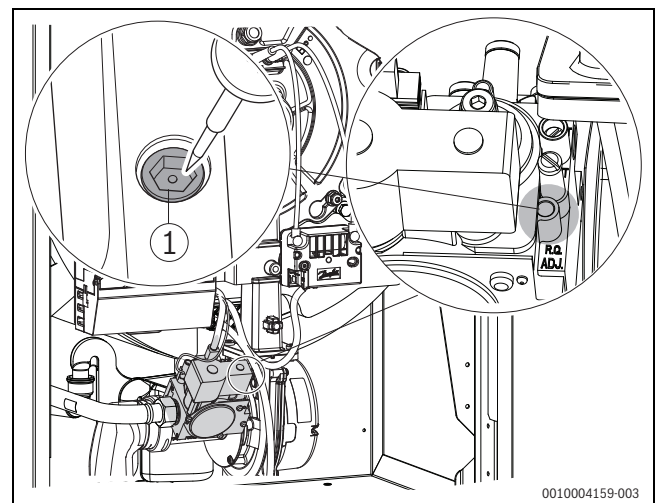

Bild 49 CO₂ / O₂-Einstellung bei Volllast vornehmen
- ▶ Bei CO₂-Werten (Werte in Klammern=O₂-Werte) unter 8,5 % (O₂=5,8 %) oder über 9,6 % (O₂=3,8 %) die Einstellung an der Volllast-Einstellschraube korrigieren (→ Bild 49, Seite 28, und Tabelle 8).
- ▶ Bei CO₂-Werten (Werte in Klammern=O₂-Werte) unter 9,8 % (O₂=6,0 %) oder über 10,8 % (O₂=4,5 %) die Einstellung an der Vollast-Einstellschraube korrigieren (→Bild 49, Seite 28 und Tabelle 9).